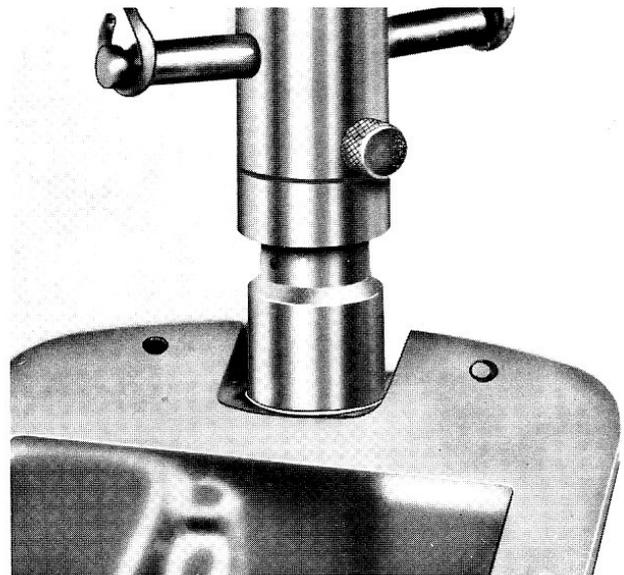

Fig. 6
- 4° Engager le bouchon sur son orifice et, à l'aide d'une douille d'un diamètre extérieur de 40 à 50 mm , ou d'une clé à douille $1' 1/2$ placée sur le bouchon expansible, mettre l'ensemble sous une presse et enfoncer le bouchon (fig. 6) jusqu'à ce qu'il repose sur son siège.